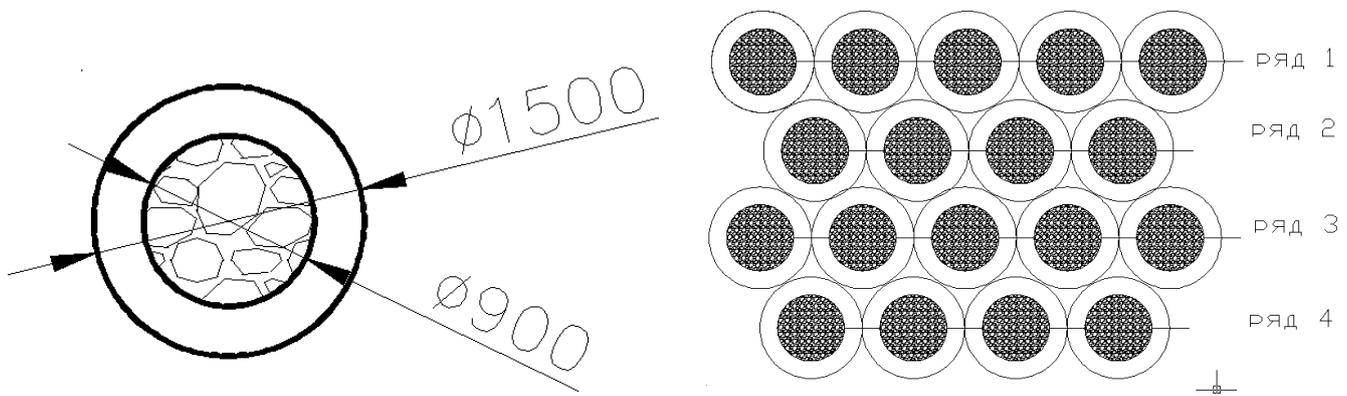

Рис.7.38. Фрагмент чертежа «Берегоукрепление, состоящее из связанных между собой автомобильных покрышек»
7. Создайте фрагмент чертежа «Берегоукрепление, состоящее из связанных между собой автомобильных покрышек» (Рис.7.38).
- ◆ Выполните построение отдельного элемента чертежа по размерам, представленным на Рис. 7.38. Используйте при построении масштаб **1:1**;